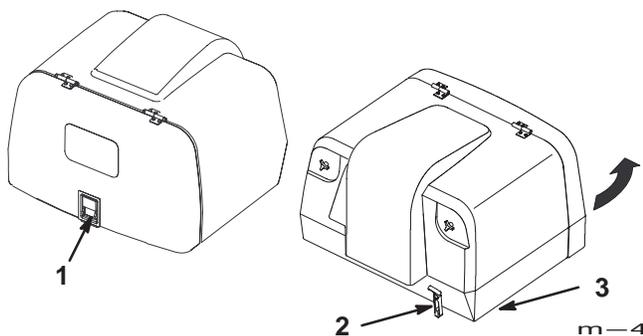

Figure 22
- Débloquez le verrou du volet arrière (Fig. 22).
- Débloquez le verrou à l'avant du bac à herbe (Fig. 22).
- Soulevez le bac par l'angle inférieur avant et videz l'herbe coupée (Fig. 22).
- Abaissez le bac à herbe. Fermez soigneusement le volet pour le verrouiller et bloquez le verrou avant (Fig. 22).